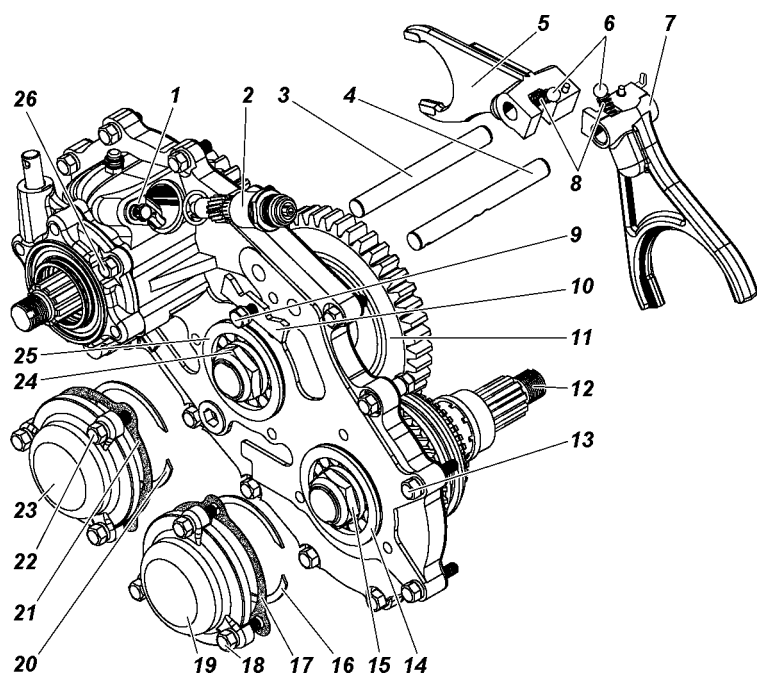

Рис. 7.4. Разборка механизма переключения передач:
3. Установите прокладку и подсобранную с манжетой крышку 17 подшипника вала привода заднего моста. Закрепите крышку болтом 26 (см. рис. 7.4) с пружинной шайбой. На прокладку и резьбу болта нанесите герметик-прокладку. Момент затяжки болта $12 - 18 \text{ Н} \cdot \text{м}$ ($1,2 - 1,8 \text{ кгс} \cdot \text{м}$).
9. Вставьте вилку 7 (см. рис. 7.4) включения переднего моста в паз муфты включения переднего моста. Вставьте в гнездо вилки пружину 8 и шарик 6, выполняющие функцию фиксатора.